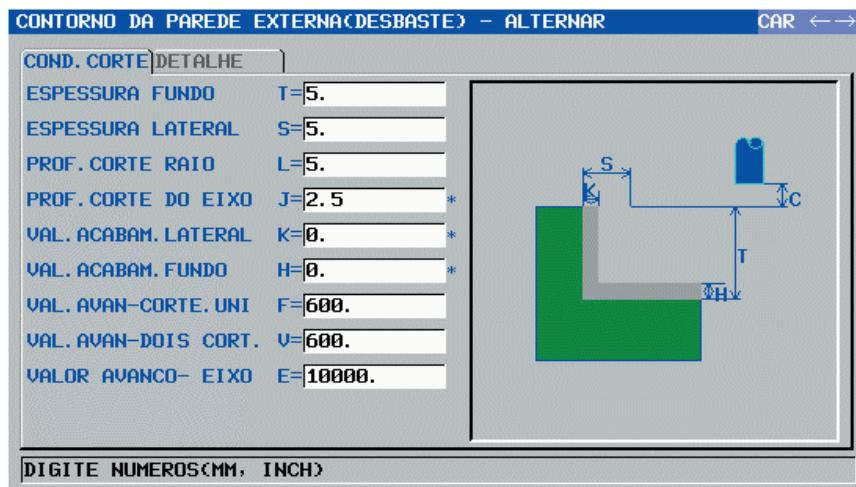

Figura 17 - Janela “COND. CORTE” - Ciclo de Contorno Fechado
- Preencher os campos conforme a figura 17